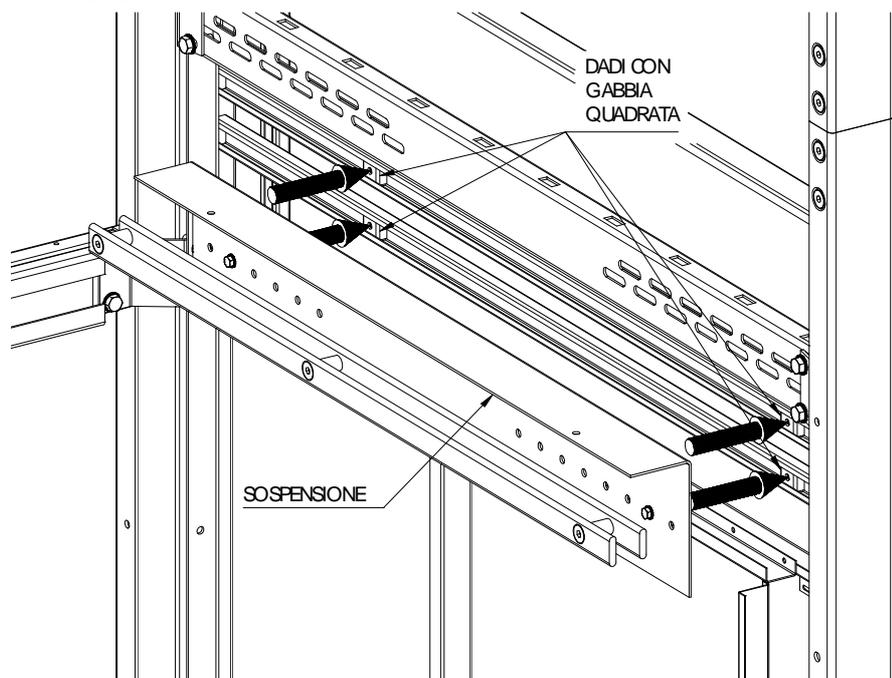

Fig. 18.8
- ✓ Fissare la sospensione serrando le viti sui dadi. Si consiglia di controllare il posizionamento in altezza (Fig 18.8).